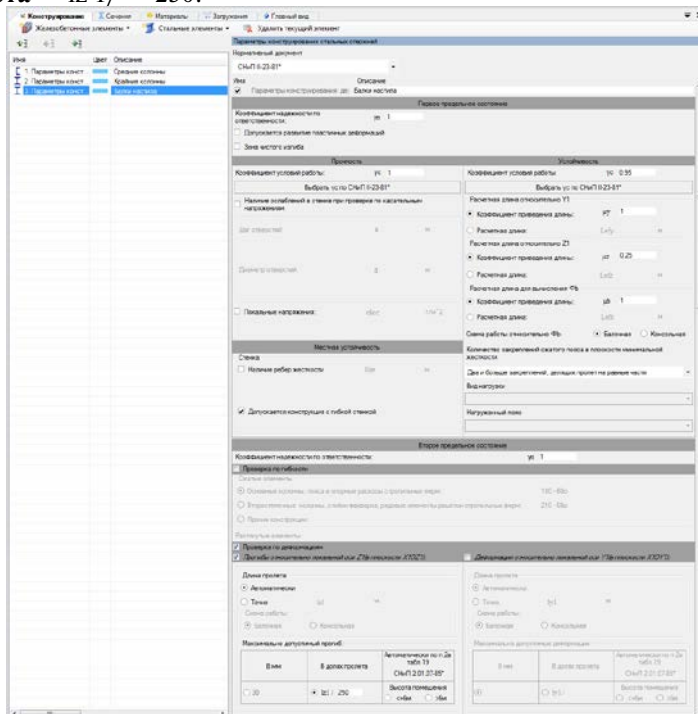

Рис. 153. Редактор параметров конструирования для балок настила
- В разделе **Первое предельное состояние** задайте (рис. 153): коэффициент надежности по ответственности $\gamma_n = 1$; коэффициент условий работы по прочности $\gamma_c = 1$; коэффициент условий работы по устойчивости $\gamma_s = 0.95$; коэффициент приведения длины относительно $Y1$, $\mu_y = 1$; коэффициент приведения длины относительно $Z1$, $\mu_z = 0.25$; коэффициент приведения длины относительно Φ_b , $\mu_b = 1$; схема работы относительно Φ_b — балочная, Количество закреплений сжатого пояса в плоскости минимальной жесткости — **Два и больше закреплений**, делящих пролет на равные части.